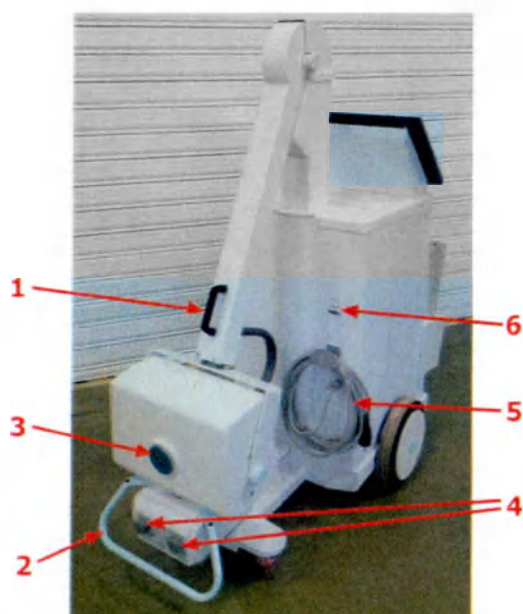

Рисунок 4.1-1.
- ◆ Вставьте вилку питания **5** *Рисунок 4.1-1* в розетку.